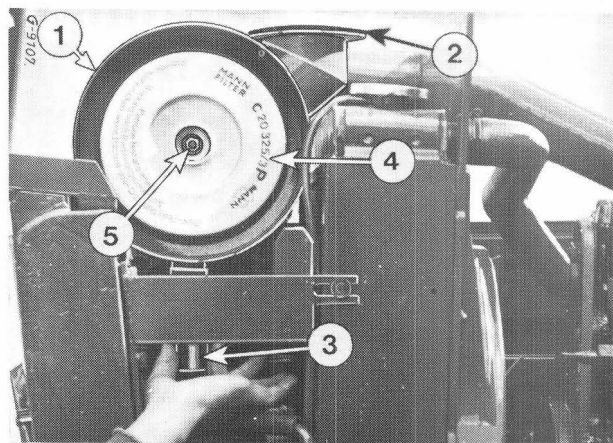
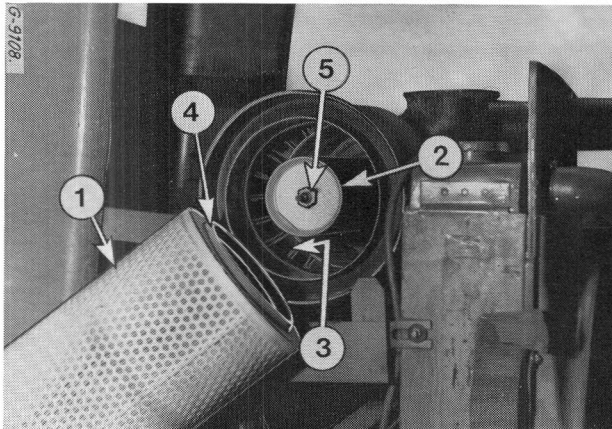

Figure 65
Figure 66
L'air aspiré est animé d'un tourbillon rapide autour de l'élément filtrant en passant par les ailettes (3), Fig. 66.
Il faut effectuer l'entretien de l'élément principal du filtre (1, Fig. 66), quand la lampe témoin (G), Fig. 7 s'allume, toutes les 1000 heures de fonctionnement ou tous les 2 ans.
REEMPLACEMENT DE L'ELEMENT PRINCIPAL (1) Fig. 66
Obturez partiellement le conduit d'admission d'air (2, Fig. 65 de manière appropriée. Le contacteur à dépression doit fonctionner et allumer la lampe. Remplacez les pièces défectueuses si tel est le cas.
REEMPLACEMENT DE L'ELEMENT DE SECURITE (2) Fig. 66
ELEMENT PRINCIPAL (1, Fig. 66)
- 2 - Otez l'écrou (6, Fig. 65).
- 3 - Déposez l'élément principal (4, Fig. 65). Prenez soin de ne pas faire tomber de saletés sur l'élément (2, Fig. 66).
- 4 - Vérifiez le bon état du joint (4) situé à l'extrémité de l'élément. Si manque ou s'il est détérioré, changez l'élément. Vérifiez également le joint de l'écrou (5) et changez-le si nécessaire.
NOTE : Une étiquette avec les chiffres 1-2-3-4-5 est fixée sur l'extrémité avant de l'élément de sécurité (2, Fig. 66). A chaque nettoyage de l'élément principal, cochez le chiffre correspondant.
- 1- Engagez l'extrémité ouverte de l'élément neuf (1), Fig. 66 dans le corps de filtre par dessus l'élément (2). Fixez-le au moyen de l'écrou (5), Fig. 65.
ELEMENT DE SECURITE DU FILTRE (2, Fig. 66)
- 1 - Enlevez l'écrou (5, Fig. 65) et l'élément principal (4).
- 2 - Enlevez l'écrou (5, Fig. 66) et l'élément de sécurité (2).
- 1 - Mettez en place un élément de sécurité (2, Fig. 66) neuf et serrez-le avec l'écrou (5).
- 2 - Mettez en place un élément principal (4, Fig. 65) neuf par-dessus l'élément de sécurité et serrez-le avec l'écrou (5).
Le vide-poussière (3, Fig. 65) élimine automatiquement la saleté accumulée dans le filtre à air.